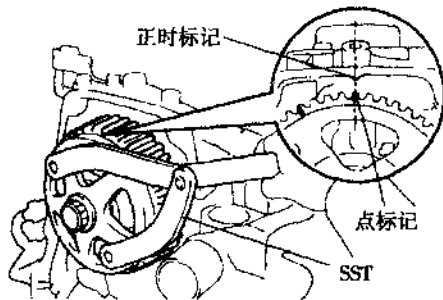

图 1-1-19 凸轮轴正时皮带轮位置
②凸轮轴正时皮带轮位置。用维修专用工具转动凸轮轴皮带轮，使凸轮轴正时皮带轮的点标记（ 60° 标记 BTDC）与 1 号轴承盖的正时标记对准（见图 1-1-19）。